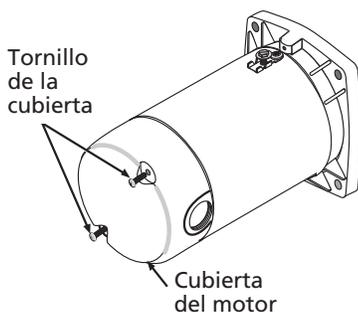

Figura 2 – Remoción de la cubierta del motor
Deberá sacar la cubierta del motor para cambiar la configuración de la tensión (Consulte la figura 2).
8. Conecte los conductores que llevan la corriente a los bornes L1 y L2 debajo de la cubierta del motor. Cuando cambie el motor, inspeccione el diagrama de cableado en la placa de fábrica del motor con el de la Figura 2. Si el diagrama de cableado del motor no corresponde a ninguno de los diagramas en la Figura 2, siga las instrucciones del diagrama en el motor.
IMPORTANTE: Los modelos monofásicos de 115/230 voltios vienen de fábrica con el motor cableado para 230 voltios. Si el suministro de corriente es de 115 voltios, saque la cubierta del motor y vuelva a conectar el motor según se ilustra en la figura 2. No trate de hacer marchar el motor en la forma en que se recibió en una corriente de 115 voltios.